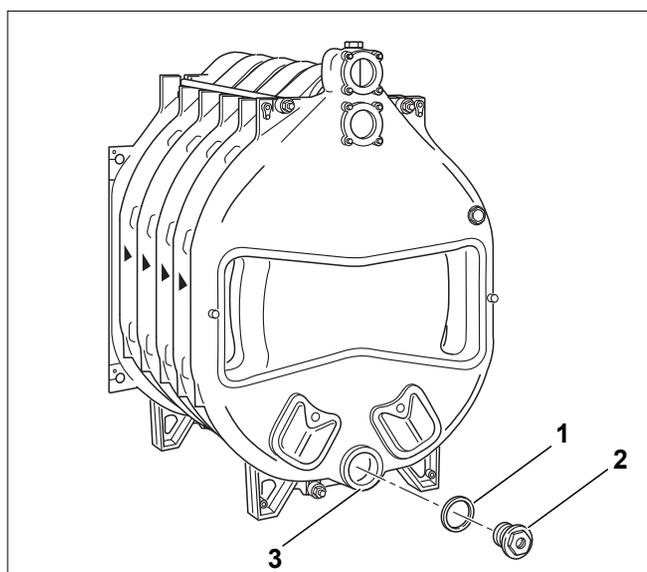

Рис. 21 Установка заглушки
- ▶ Закройте спереди и сзади нижние ступицы котла (рис. 21, [3]). Для этого уложите уплотнения (рис. 21, [1]) на ступицы котла и установите заглушки. Заглушка с резьбовым отверстием $\frac{3}{4}$ " для заполнения и слива (рис. 21, [2]) устанавливается на задней стороне котла.